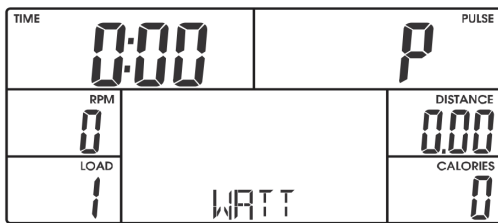

Figure 39
2. Sélectionner le mode HRC à l'aide des touches +/- et validez en appuyant sur la touche MODE (voir fig. 39).